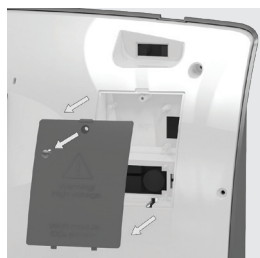

Рисунок 23
- Снимите крышку отсека датчика CO₂, отвинтив крепежный болт (рис. 23)